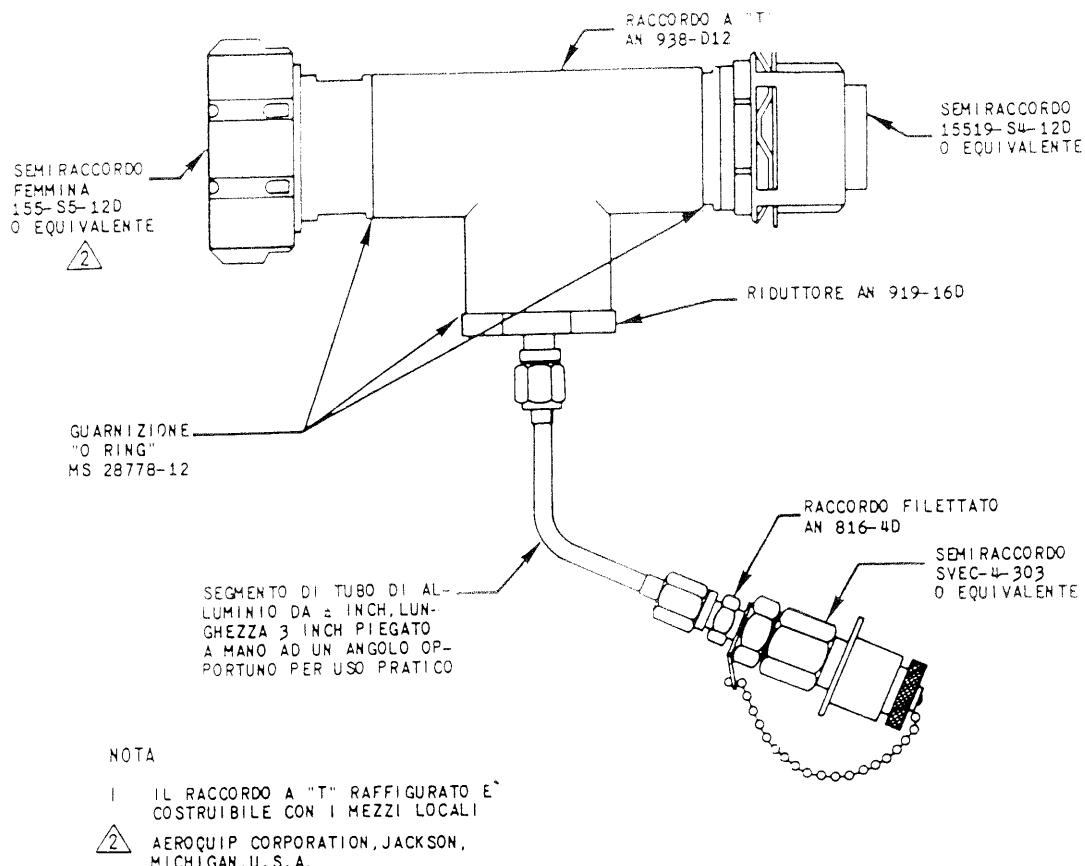

Fig. 3-24. Raccordo a « T » per campionatura olio idraulico.
- b. Raccordo a « T » per il prelievo di campioni di olio, costruito localmente secondo quanto riportato nella fig. 3-24.